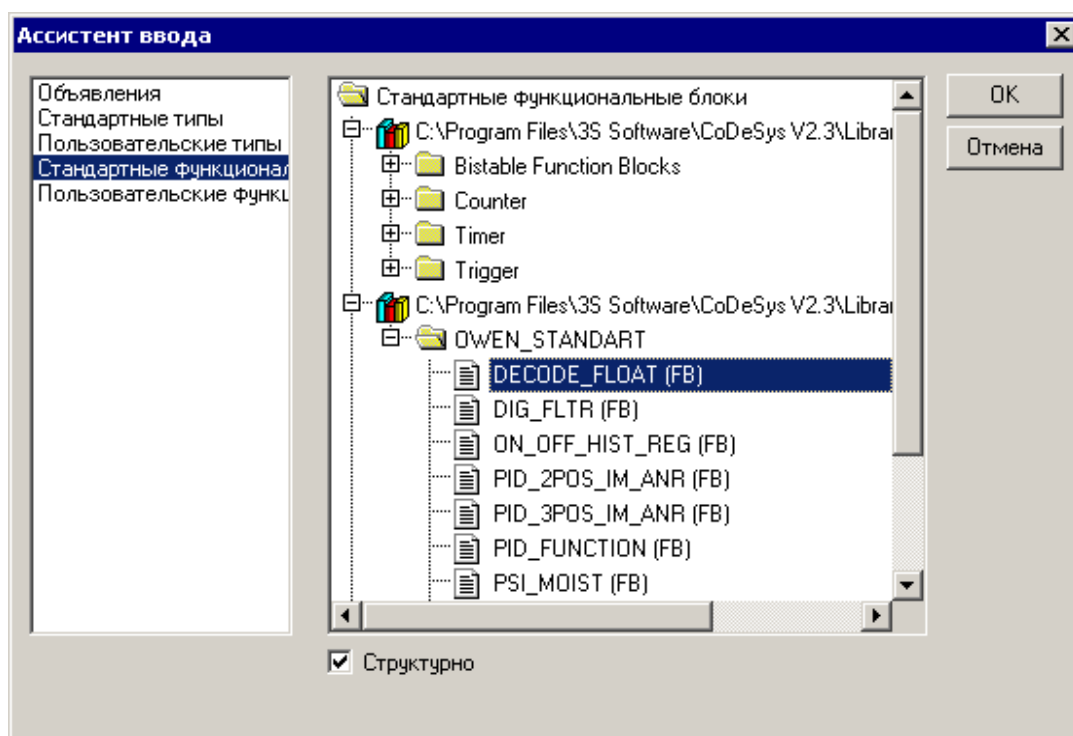

Рисунок 4.8 – Окно «Ассистент ввода (Input Assistant)»
- 4) В открывшемся окне «Ассистент ввода» (см. рисунок 4.8), в левой части, где отображается перечень доступных типов добавляемых объектов, – выделить требуемый тип (в данном случае – «Стандартные функциональные блоки»).